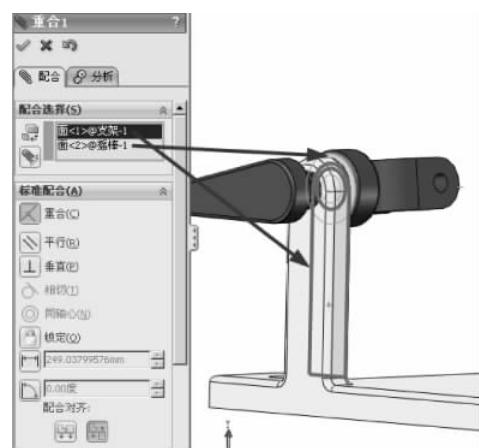

图 3-59 重合配合
(3) 单击【装配体】工具栏中的【配合】按钮 ，弹出【配合】的属性设置。选择【标准配合】选项组下的【重合】配合类型 ，在【要配合的实体】选择框 中选择如图 3-59 所示的面，其他保持默认，单击【确定】按钮 ，完成重合的配合。